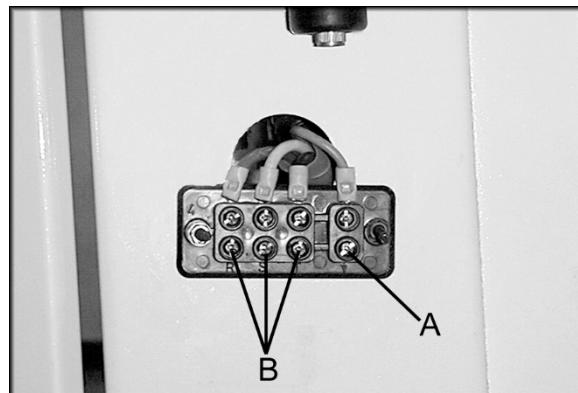

Рисунок 1
2. Снимите крышку клеммной колодки и присоедините провод заземления (A), рисунок 1.
3. Для 3-фазной сети питания: Подсоедините три провода питания (B) к клеммной колодке.